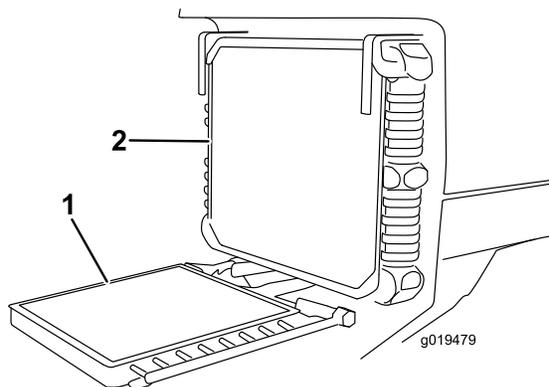

Figura 71
3. Desaparafuse os manípulos e desloque o refrigerador do óleo para trás (Figura 71). Limpe os dois lados do refrigerador do óleo e a zona do radiador com ar comprimido. Não utilize água. Abra o capot e remova os detritos acumulados. Desloque o refrigerador do óleo para a posição inicial e aperte os manípulos.